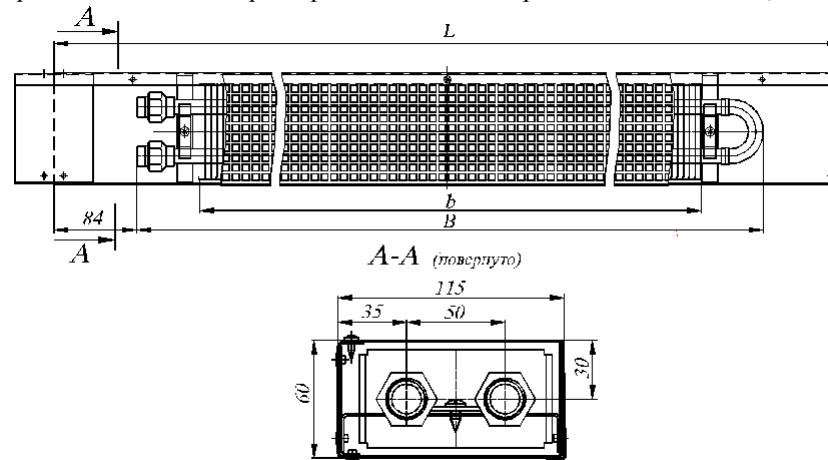

Рис. 1 Конвектор КФ 11.06.100...260 концевой.
4.2 Размеры и технические характеристики изделий представлены на Рис.1, 2 и таблице 1.